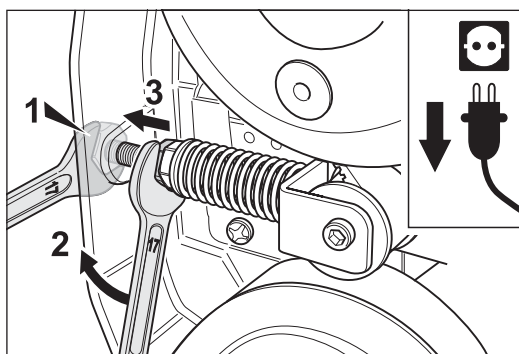

Fig. 37 Desenrosque la contratuercas hasta la pared de la carcasa.
- 7 Afloje ahora la contratuerca (AB 17) en el tensor de la correa dentada y desenrosque a la pared de la carcasa (Fig. 37).